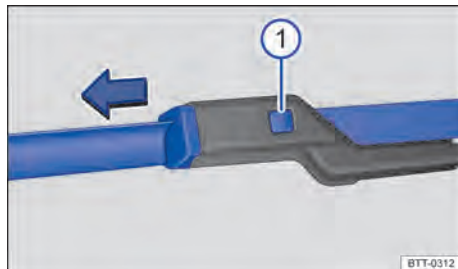

Fig. 129 Substituir as palhetas dos limpadores do para-brisa.
Verificar regularmente a condição das palhetas dos limpadores dos vidros. Substituir as **palhetas dos limpadores dos vidros** quando estas apresentarem perda de desempenho ou, limpá-las se estiverem sujas → Fig. 129.
- Com uma esponja úmida, limpar cuidadosamente as palhetas dos limpadores do para-brisa → Fig. 129.
- Manter o botão de destravamento → Fig. 129 ¹ pressionado e, ao mesmo tempo, retirar a palheta do limpador do para-brisa no sentido da seta.